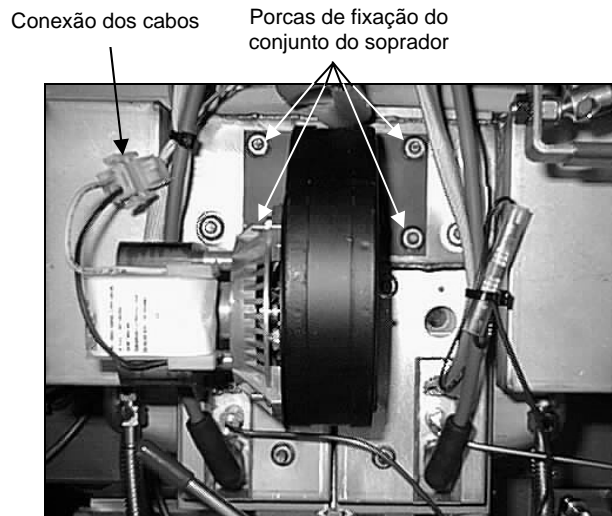

Figura 1
1. Desconecte os cabos do soprador e retire as quatro porcas de fixação do soprador. (Veja a Figura 1 na próxima página).